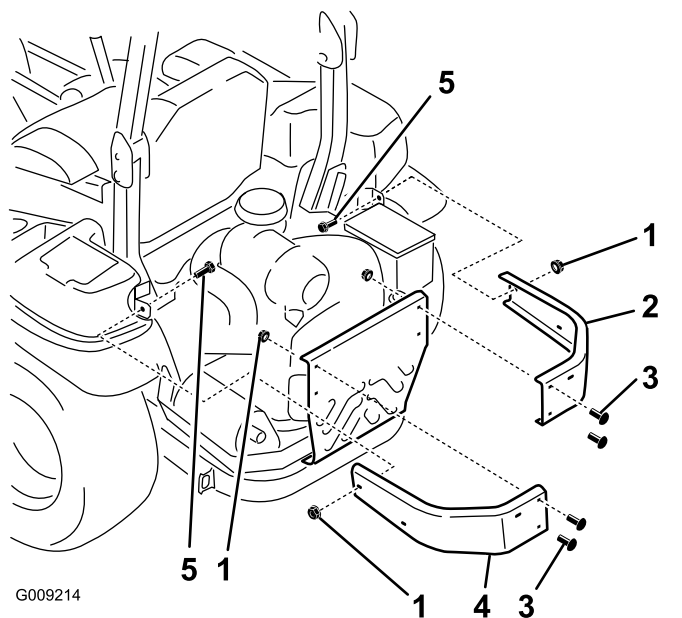

Figura 4
1. Retire los pernos y las tuercas que fijan los parachoques laterales a la máquina (Figura 4).
2. Instale los parachoques derecho e izquierdo nuevos con 2 pernos de cuello cuadrado ($\frac{3}{8}$ " x $1\frac{1}{4}$ "), los 4 pernos de cuello cuadrado que retiró anteriormente y 6 tuercas con arandela prensada ($\frac{3}{8}$ "), según se muestra en Figura 4.